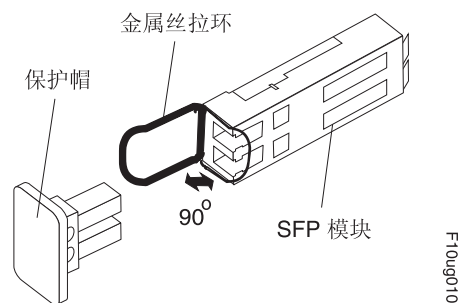

图 23. 松开 SFP 或 SFP+ 模块滑锁 - 金属丝变化
- 对包含金属丝拉环的 SFP 或 SFP+ 模块，如图 23 中所示，通过把金属丝滑锁向外拉出 90 度来松开 SFP 或 SFP+ 模块滑锁。